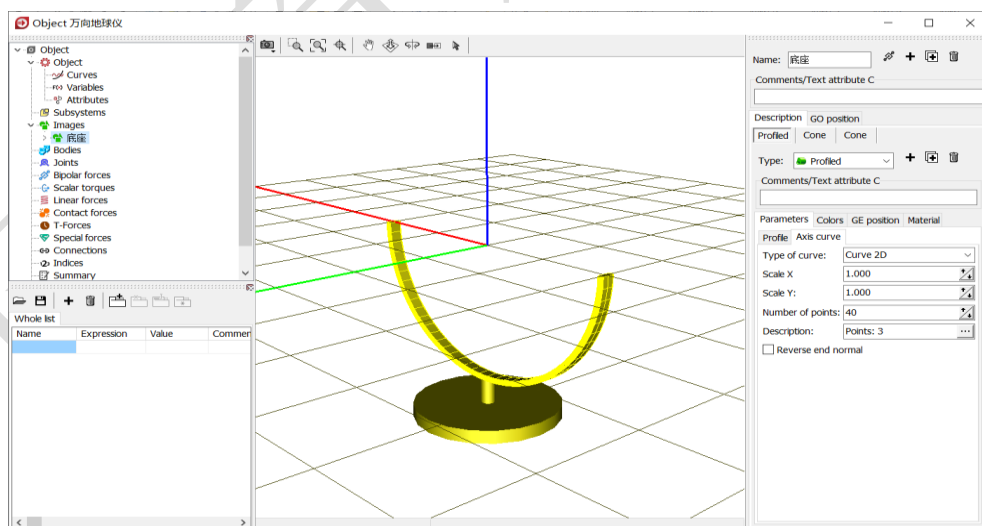

图 2-8
- 2) 这样，我们就导入了地球仪底座的几何图形 (**Images**), 如图 2-8 所示。导入几何图形的目的是增强模型可视化效果，它并不参与动力学计算。